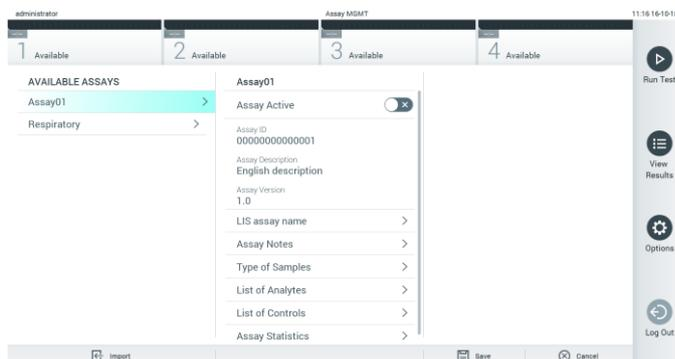

Abbildung 55: Bildschirm Assay Management (Assay-Verwaltung)
2. Drücken Sie zum Importieren des/der neuen Assay(s) in den QIAstat-Dx Analyzer 1.0 auf die Schaltfläche Options (Optionen) und dann auf die Schaltfläche Assay Management (Assay-Verwaltung). Im Inhaltsbereich der Anzeige wird der Bildschirm Assay Management (Assay-Verwaltung) angezeigt (Abbildung 55).